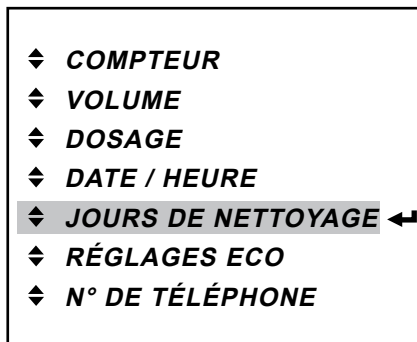

Fig. 37
- Appuyez sur la touche d'entrée ◀ pour afficher le menu «JOURS DE NETTOYAGE» (fig. 37).